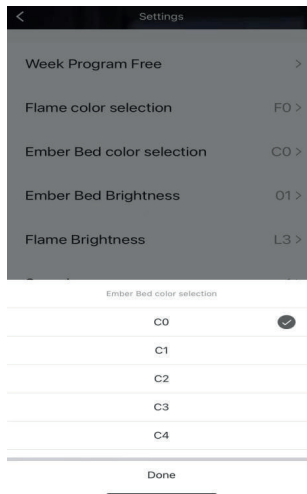

Bild 12
7. Öffnen Sie die Farbauswahl für Holzkohle, Sie können insgesamt 10 Farben C0~C8 wählen (siehe Abbildung 12).